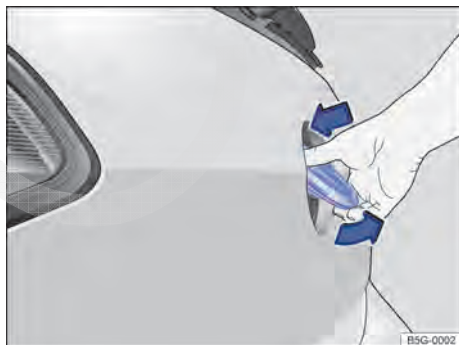

Fig. 70 Abrir a tampa do compartimento de bagagem por fora.
- Com o polegar, pressionar a parte superior do logo Volkswagen → Fig. 70 e rebatê-lo para fora por baixo. Tocar com a mão embaixo do logo e levantar a tampa do compartimento de bagagem.